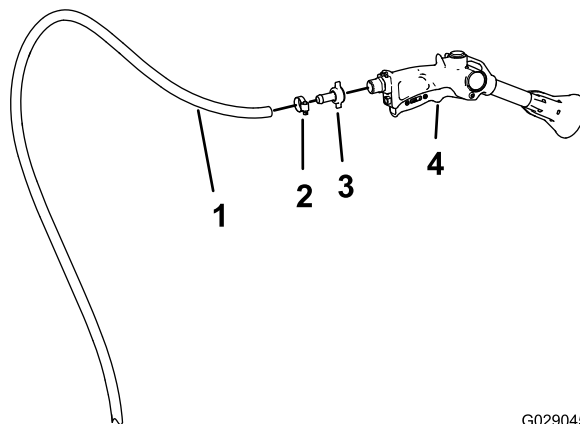

Figura 47
- Montai fittingul inelat pentru pistolul de pulverizare pe fittingul din pistolul de pulverizare (Figura 47).
- Asamblai furtunul de 1,3 x 762 cm pe fittingul inelat pentru pistolul de pulverizare i fixai furtunul de fitting cu o clemă pentru furtun (Figura 47).